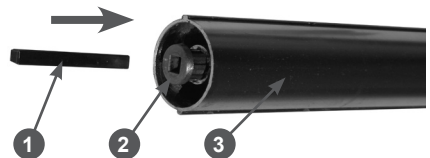

Рис. 8. Установка четырёхгранного соединительного вала
- вставьте четырёхгранный соединительный вал 1 в шлицевую втулку 2 штанги 3 (Рис. 8);